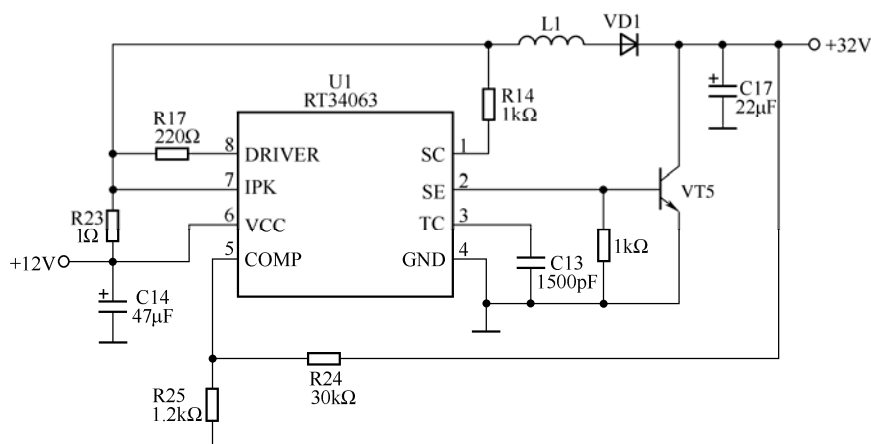

图 5-22 +32V 升压电路
2) +32V 电压升压电路: +32V 电压电路主要由升压芯片 RT34063 (U1) 组成, 这是一个 DC-DC 变换电路, 电路如图 5-22 所示。该电路的主要功能是将+12V 直流电压升为调谐器所需的+32V 电压。升压原理是: 由 RT34063 的第②脚输出驱动脉冲控制工作在开关状态的 VT5, 当 VT5 导通时, 电流流经 L1, 在 L1 中储存磁场能量; 当 VT5 截止时, L1 中的左右正电势与+12V 叠加, 经 VD1 给 C17 充电, 在 C17 上产生+32V 的直流电压。